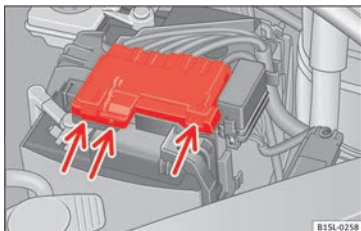

Fig. 172 En el vano motor: retire la cubierta de la batería del vehículo.
- Haga presión sobre las lengüetas » » **fig. 172** (flechas) en el sentido de las flechas y extraiga hacia arriba la cubierta de la batería.